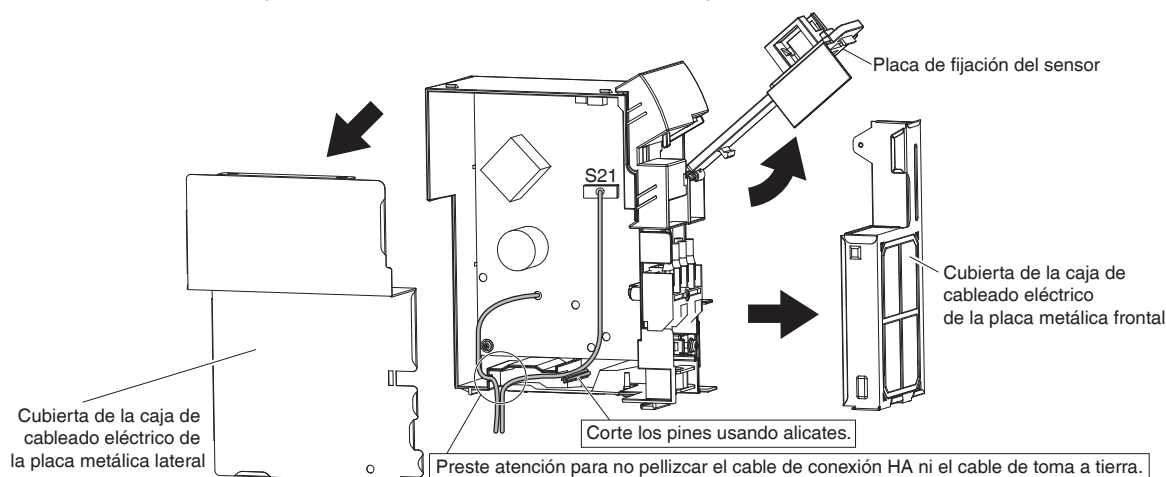

Fig. 1
- 2) Abra la placa de seguridad del sensor. (Consulte Fig. 1)
- 3) Extraiga la cubierta de la caja de cableado eléctrico de la placa metálica delantera (4 lengüetas). (Consulte Fig. 1)
- 7) Extraiga la cubierta de la caja de cableado eléctrico de la placa metálica lateral (7 lengüetas). (Consulte Fig. 1)
- 8) Corte los pines usando alicates. (Consulte Fig. 1)
- 9) Guíe y conecte el cable de conexión HA al conector S21. (Consulte Fig. 1)